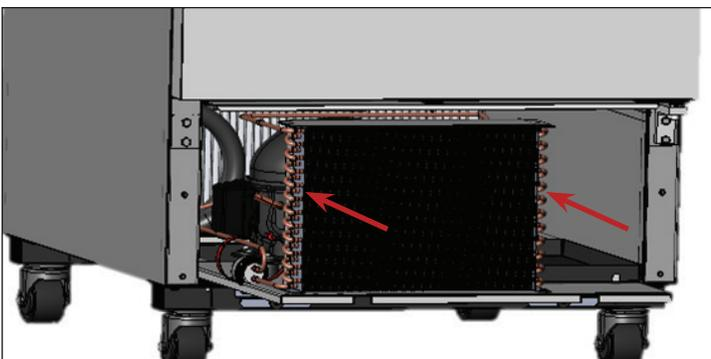

Fig. 7. Deslice con cuidado la unidad de condensación nuevamente en su posición y vuelva a colocar los pernos.
9. Vuelva a instalar los soportes del serpentín (si corresponde). Luego, deslice con cuidado el conjunto del compresor para volver a ponerlo en su lugar y vuélvalo a atornillar. Consulte la fig. 7.